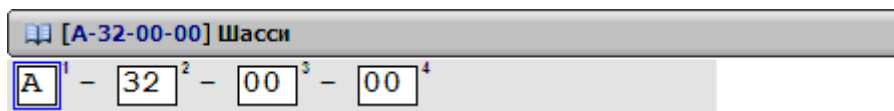

Рис. 2.65. Кодирование системы
2. После ввода значений кода во все поля нажмите на кнопку **Установить код**  или на клавишу ENTER. При этом в прямоугольнике элемента перед его названием появится значение введенного кода (Рис. 2.65).